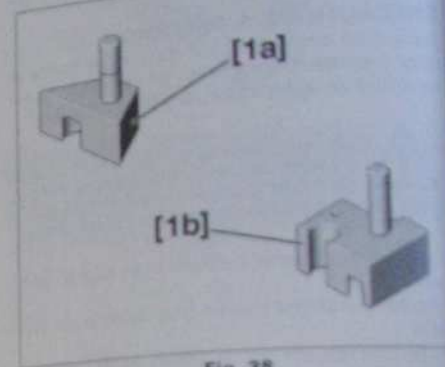

Fig. 38
- [1a] et [1b]. Calles de positionnement des canalisations haute pression des injecteurs (réf. : Q194-V1 et Q194-V2) (Fig. 38).
- [1a] et [1b]. Cales de positionnement des canalisations haute pression des injecteurs (réf : 0194-V1 et 0194-V2) (Fig.38).